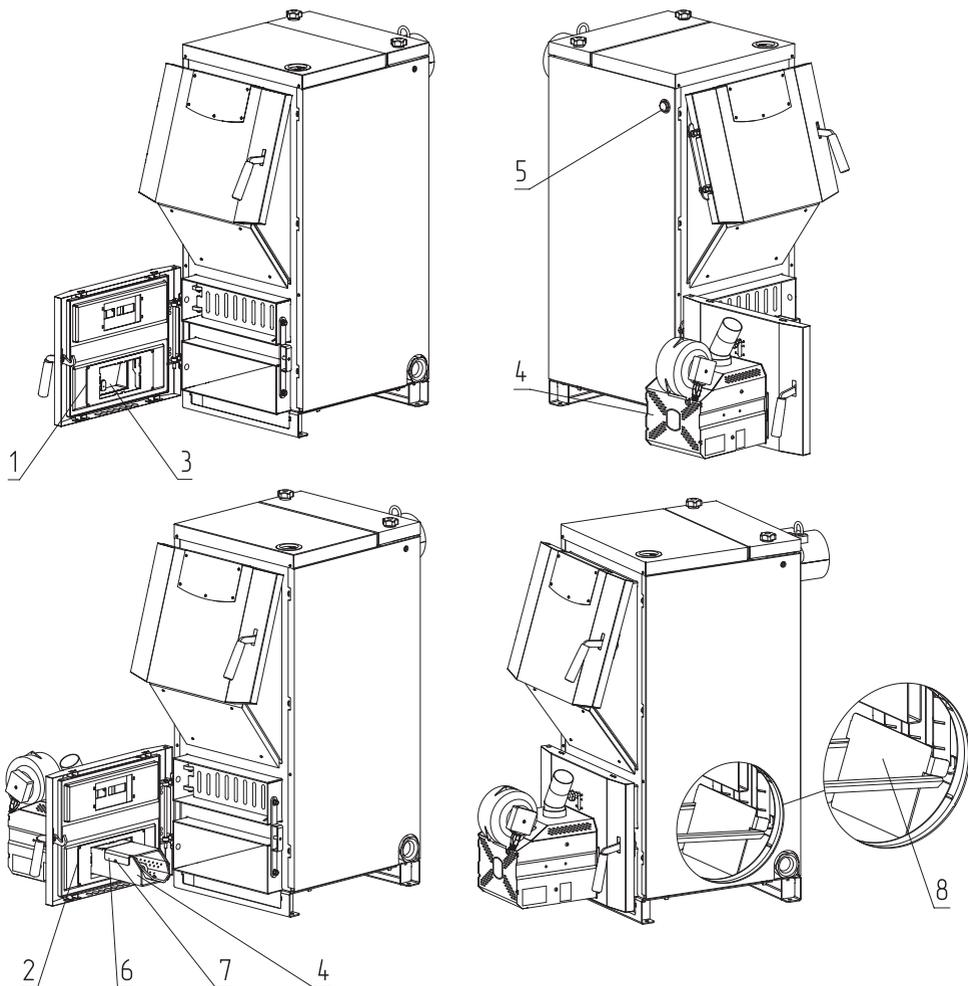

Рис.15 Порядок установки горелки ZOTA «FOX» на твердотопливные котлы ZOTA Bulat 18, 23, 28, 35, 45
- Выкрутите две гайки М8 (**Рис.15, поз.1**);
- Снимите поддувало (**Рис.15, поз.3**);
- Снимите с горелки отбойник (**Рис.15, поз.6**), выкрутив винты (**Рис.15, поз.7**);
- Установите горелку (**Рис.15, поз.4**) на котел, как показано на **Рис.15**;
- Зафиксируйте горелку двумя гайками М8 (**Рис.15, поз.1**);
- Установите отбойник топки Zota Bulat (**Рис.15, поз.8**) в котёл, как показано на **Рис.15**. Отбойник топки (**Рис.15, поз.8**) выполняет защитные функции и в процессе эксплуатации из-за воздействия на него высоких температур может изнашиваться, поэтому он является расходным материалом и гарантия на него не распространяется;
- Для установки гильзы под датчики температуры и перегрева снимите пробку или тягорегулятор (если установлен) и установите гильзу (**Рис.15, поз.5**) в освободившееся отверстие.
Внимание! Запрещается эксплуатация pelletной горелки ZOTA «Fox» без установленного отбойника топки Zota Bulat (**Рис.15, поз.8**). Отсутствие отбойника топки Zota Bulat при использовании pelletной горелки приводит к прогару воднеохлаждаемых поверхностей. В случае нарушений условий эксплуатации, рекламации не принимаются.